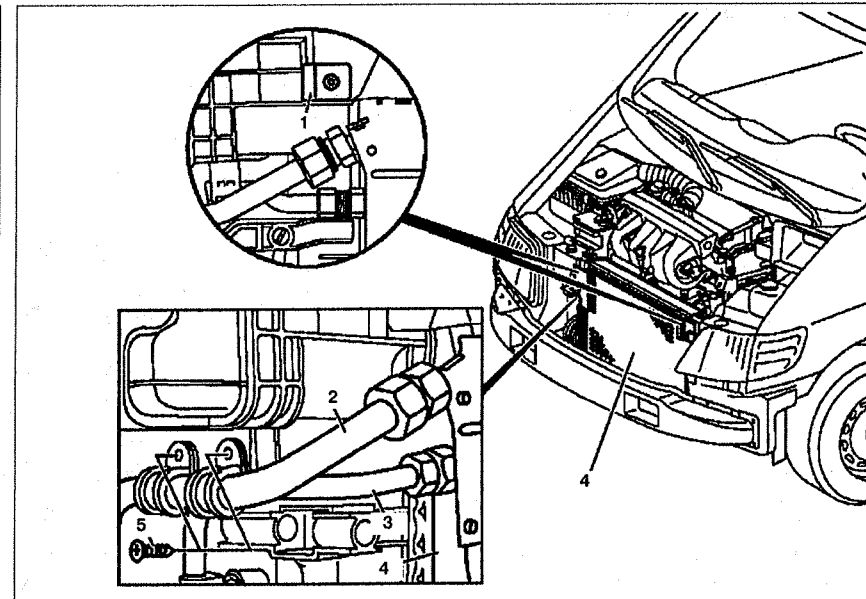

Рис. 2.108. Конденсатор кондиционера: **1**. Хомуты, **2**, **3**. Трубки системы кондиционирования, **4**. Конденсатор, **5**. Винт.
4. Открутите винт **5** (см.рис. 2.108).